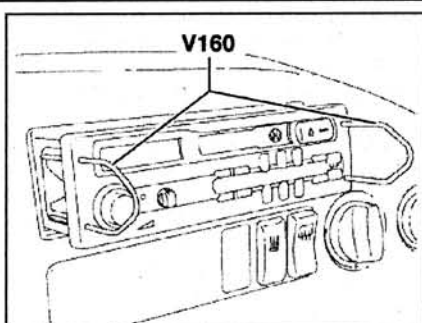

Рис. 8.30. Извлеките радиоприемник.
3. Извлеките радиоприемник (рис. 8.30).